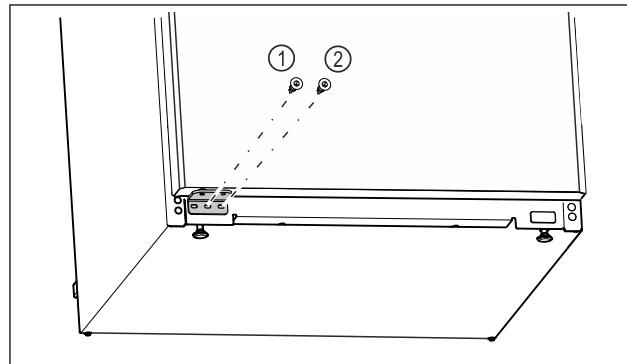

Fig. 26
- Затягніть середній гвинт опорного кронштейна Fig. 26 (1) за допомогою викрутки Torx 20.
- Затягніть внутрішній гвинт опорного кронштейна Fig. 26 (2) за допомогою викрутки Torx 20.